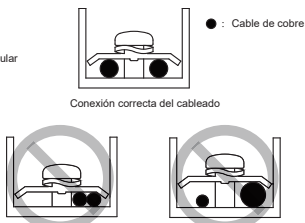

Figura 6.4
- No conecte dos cables de alimentación de diferentes diámetros al mismo terminal de alimentación (los cables podrían recalentarse). Consulte la Figura 6.4.